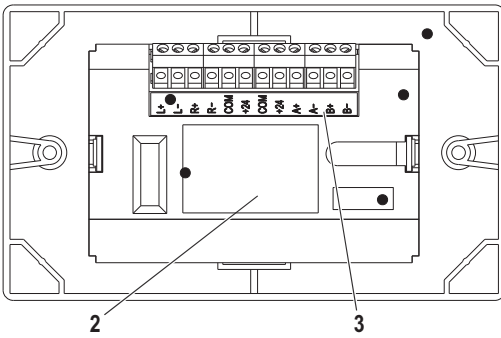

Fig. 2 FC410DDM Aufkleberplatzierung.
- 2) Fissare l'FC410DDM e le etichette di identificazione dei morsetti al coperchio di protezione (vedere fig. 2).